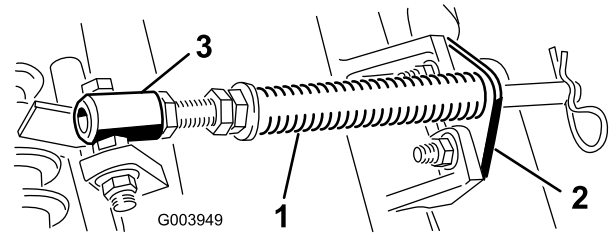

Figure 5
- A. Retirez les 2 boulons de carrossiers et les écrous de fixation du support de tige aux pattes du plateau de coupe (Figure 5).
- B. Retirez l'écrou à embase qui fixe la vis du tube de ressort à la patte du bâti porteur (Figure 5). Déposez l'ensemble.